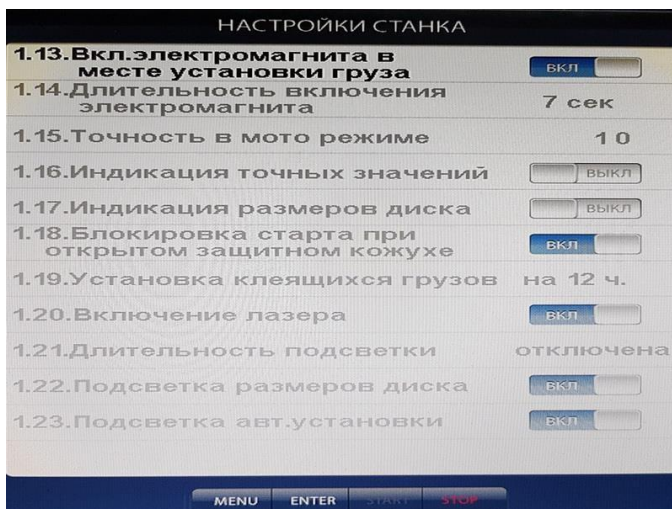

Рис.18.4
18.13. Вторая страница настроек (рис.18.4.). Переключение страниц осуществляется кнопкой 5.